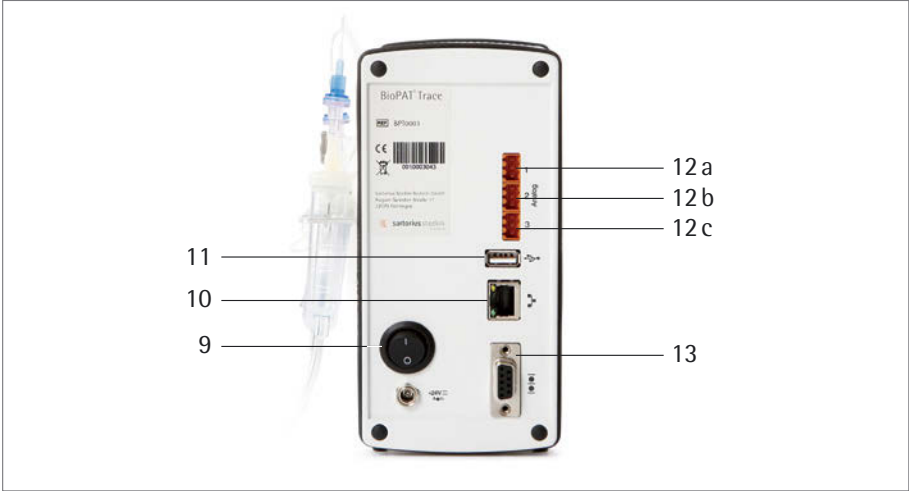

Figura 8: Vista posteriore di BioPAT® Trace con i seguenti componenti:
Il lato posteriore di BioPAT® Trace è mostrato nella figura 8. L'interruttore di rete (9) serve ad accendere e spegnere l'apparecchio.